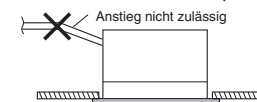

Abb. 3-28
- Das Rohr nicht so einbauen, dass es von der Anschlussstelle aus ansteigt. In diesem Fall fließt das Ablaufwasser zurück in das Gerät, was nach dem Ausschalten Leckwasser verursacht. (Abb. 3-28)